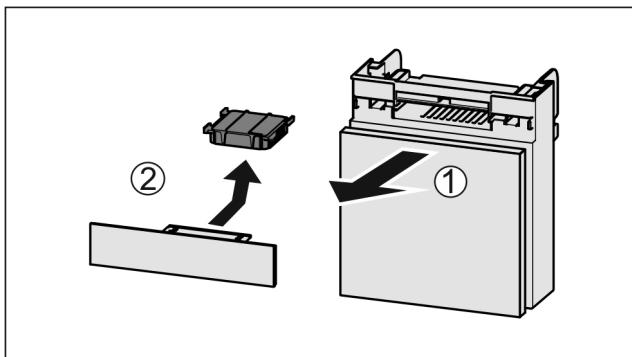

Fig. 83
- Потягніть Fig. 83 (1) відділення вперед.
- Витягнути Fig. 83 (2) фільтр з активованого вугілля.